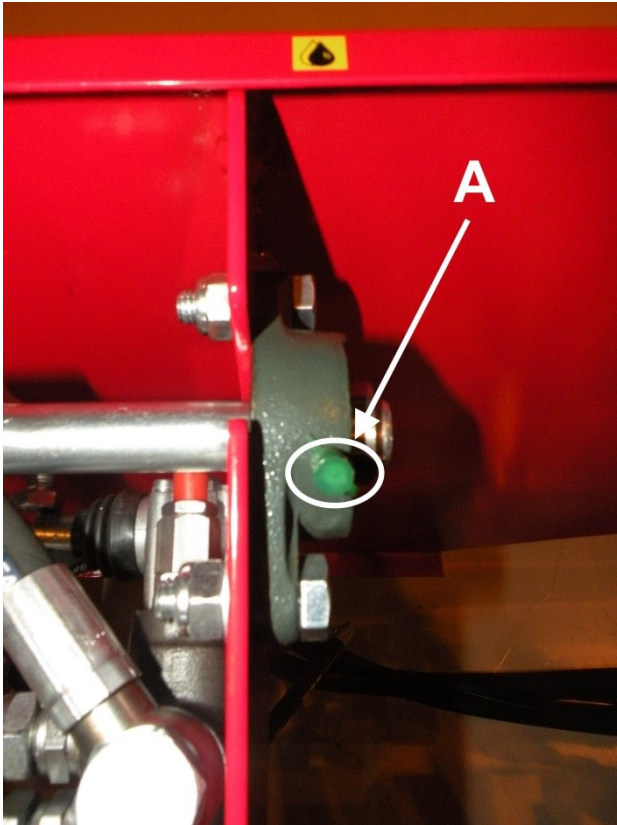

Bild 30.
1. Nippel för sågaxelns högra lager A (bild 30).